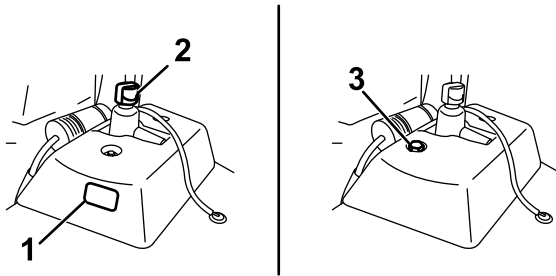

Figura 55
- se o depósito hidráulico auxiliar tiver uma janela de visualização, verifique o nível de óleo aí (Figura 55) e passe para o passo 5.
- se o depósito hidráulico auxiliar não tiver uma janela de visualização, localize a vareta na parte superior da máquina (Figura 55) e passe para o passo 3.